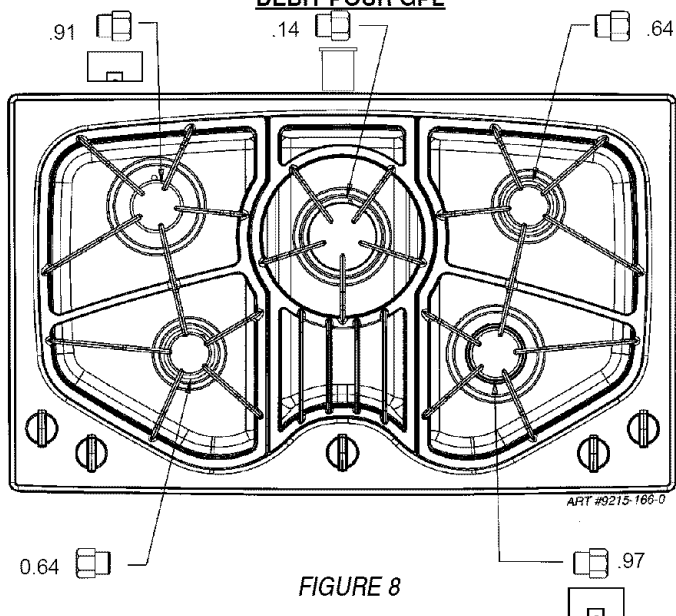

FIGURE 8
Étape 4 : Trouver le paquet d'injecteurs à orifice GPL inclus avec la documentation. Les injecteurs ont un nombre estampillé en petits chiffres sur le côté. Ce nombre est un code du diamètre de l'orifice et de l'emplacement du brûleur où il doit être placé. Les figures 8 et 9 montrent l'emplacement correct d'un injecteur à orifice pour GPL. Des injecteurs sont fournis qui ne sont pas nécessaires pour le modèle JGC8430.